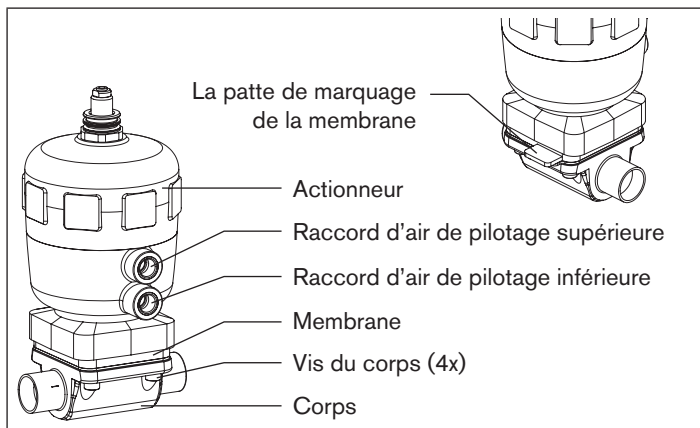

Fig. 18 : Maintenance
**La patte de marquage de la membrane doit être perpendiculaire au sens du débit (voir « Fig. 18 »).**
- Appliquer de l'air comprimé (5 bars) au raccord d'air de pilotage supérieure (voir « Fig. 18 »).